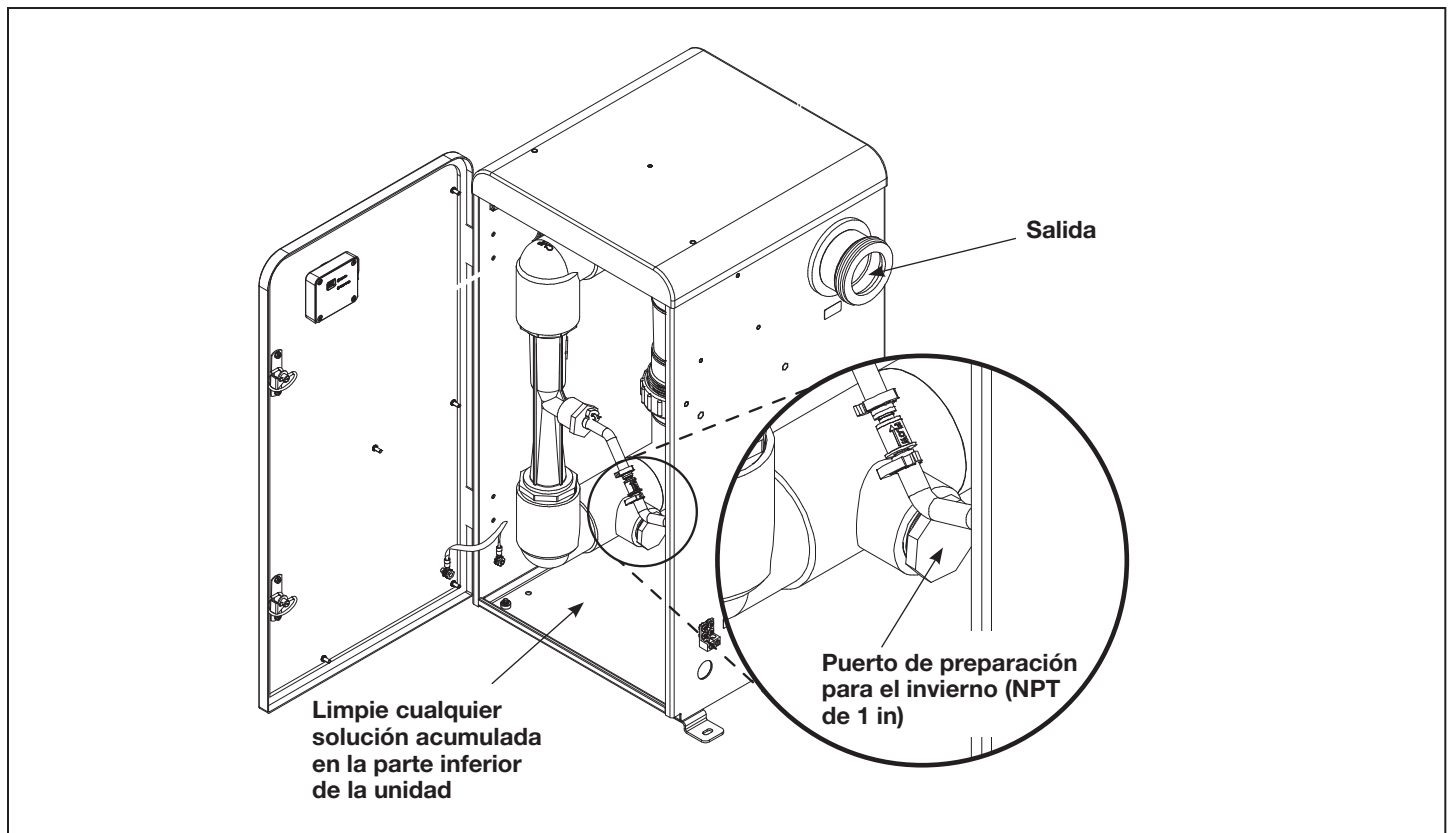

Figura 24. Limpieza del tubo de cuarzo en el lugar
2. Desconecte la unión del puerto de salida en el lado derecho de la unidad y retire el tapón de preparación para el invierno que se encuentra dentro de la unidad. Consulte la Figura 24.